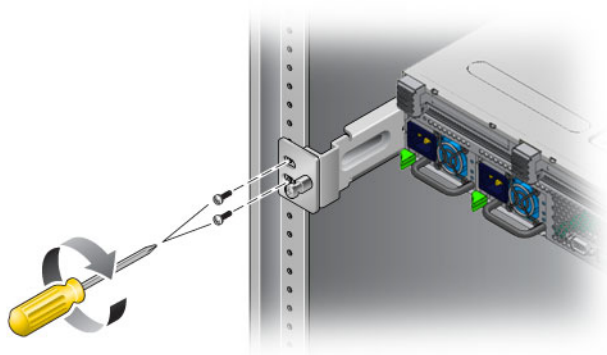

图 3-5 将服务器的后部固定到机架上
9. 使用螺丝将后部装配支撑托架（每个后部支撑托架使用两颗螺丝）固定到机架的后部（图 3-5）。